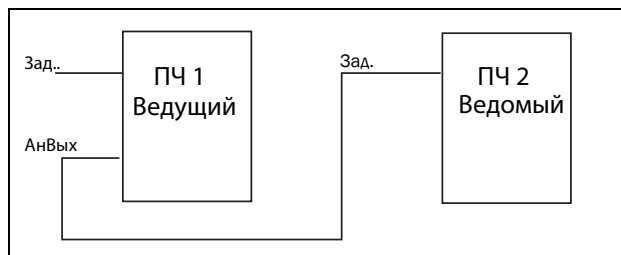

Рис. 131
- сигнала задания для следующего преобразователя частоты в конфигурации «ведущий/ведомый» (см. Рис. 131);